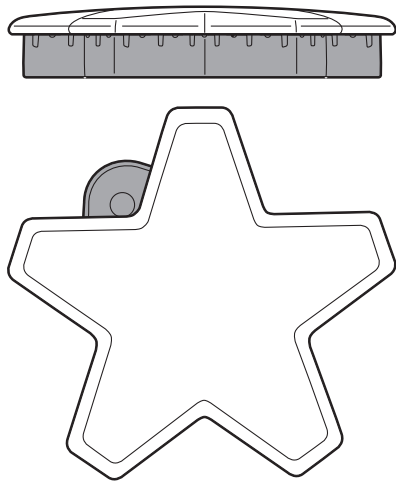
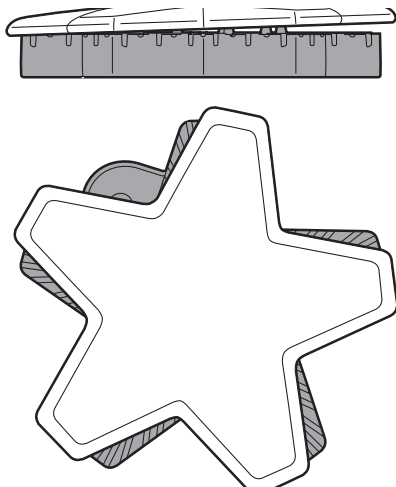

Figura 6: Tapa de quemador colocado correctamente
Figura 7: Tapa de quemador colocado incorrectamente
- Compruebe cada quemador para asegurarse de que no hay espacio entre la tapa y la base del quemador. Vea las *Figura 6* y *Figura 7* para ejemplos de tapa de quemador instalada correctamente e incorrectamente.
- Puede intentar mover con cuidado las tapas de los quemadores lateralmente para asegurarse de que están colocadas correctamente en su base. Cuando así sea, las tapas estarán rectas en la base y cubrirán completamente la base del quemador en forma de estrella al mirarlas desde arriba, como se muestra en la *Figura 6*.
Cada quemador STAR® tiene su propio encendedor electrónico que echa chispas cuando se activa la perilla. Los quemadores deben encenderse en 4 segundos o menos. Si un quemador no se enciende, asegúrese de que la tapa esté colocada correctamente sobre la base (vea las *Figura 6 y Figura 7*).